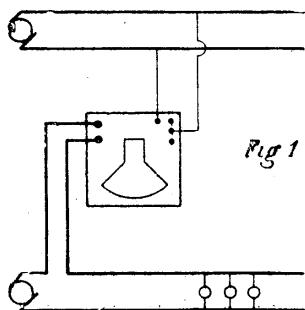

Fig. 1
**Montage lorsque les courants d'intensité et de tension sont fournis par des sources indépendantes.** — On fait le montage ci-dessus, fig. 1.